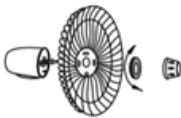

Рис. 5
1. Установите заднюю решётку (5) на вал корпуса (7) двигателя и затяните стопорную гайку решётки (4). Рис. 5.